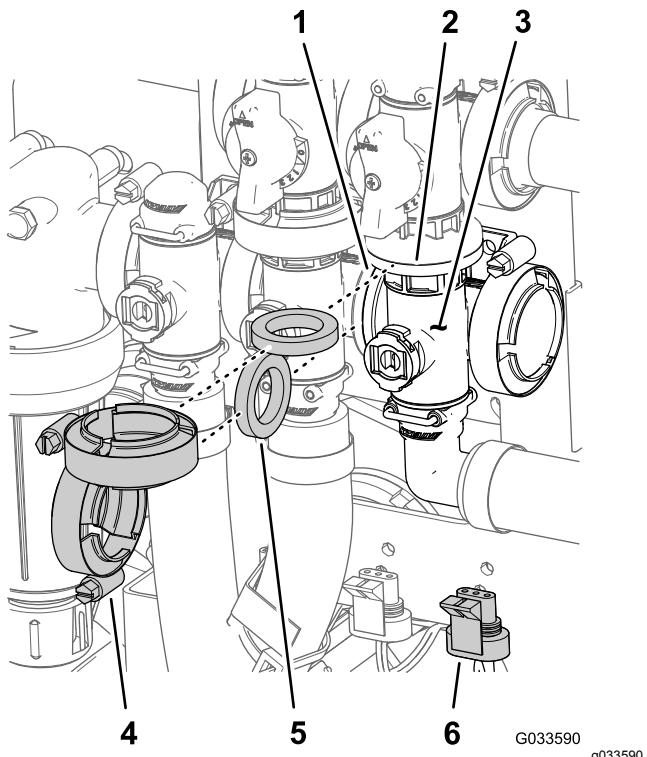

Figura 102
- Retire as braçadeiras de flange e as juntas que fixam o coletor da válvula da rampa principal (Figura 102) à válvula de distribuição da rampa principal, válvula de agitação e cotovelo flangeado de 90° (na extremidade do tubo do fluxímetro).